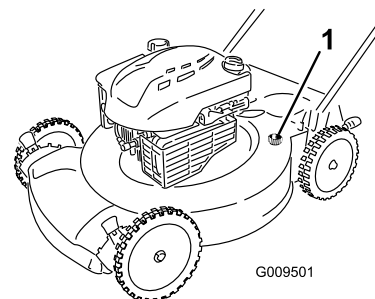

Рисунок 23
4. Присоедините садовый шланг, подключенный к источнику воды, к отверстию для промывки в корпусе газонокосилки (Рисунок 23).